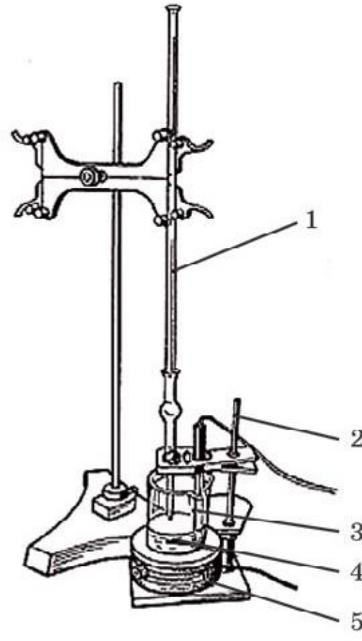

Рис. 14. Установка для кислотноосновного титрования: 1 — бюретка; 2 — штатив для закрепления датчикаН; 3 — датчикН; 4 — якорь магнитной мешалки;
3. Поместите стакан на рабочую поверхность магнитной мешалки. Включите мешалку и осторожно, чтобы не разбить электрод, опустите его в стакан с раствором щелочи (рис. 14).